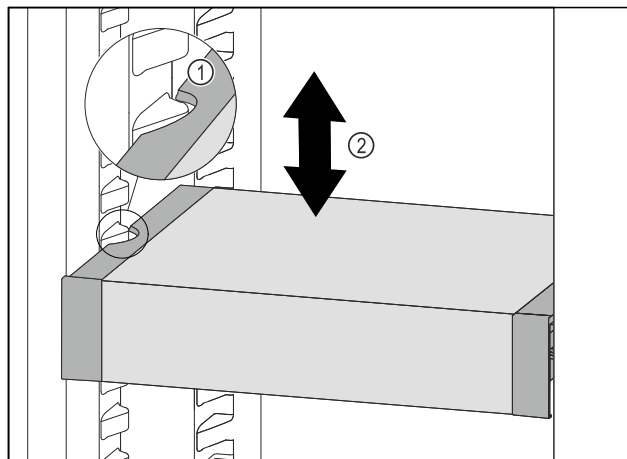

Fig. 88
- ▶ Trageți în față VarioSafe, până când degajările laterale ale VarioSafe se află la înălțimea nervurii recipientului din frigider. Fig. 88 (1)
- ▶ Mișcați în sus sau în jos VarioSafe în frigider, până când este atinsă înălțimea dorită. Fig. 88 (2)